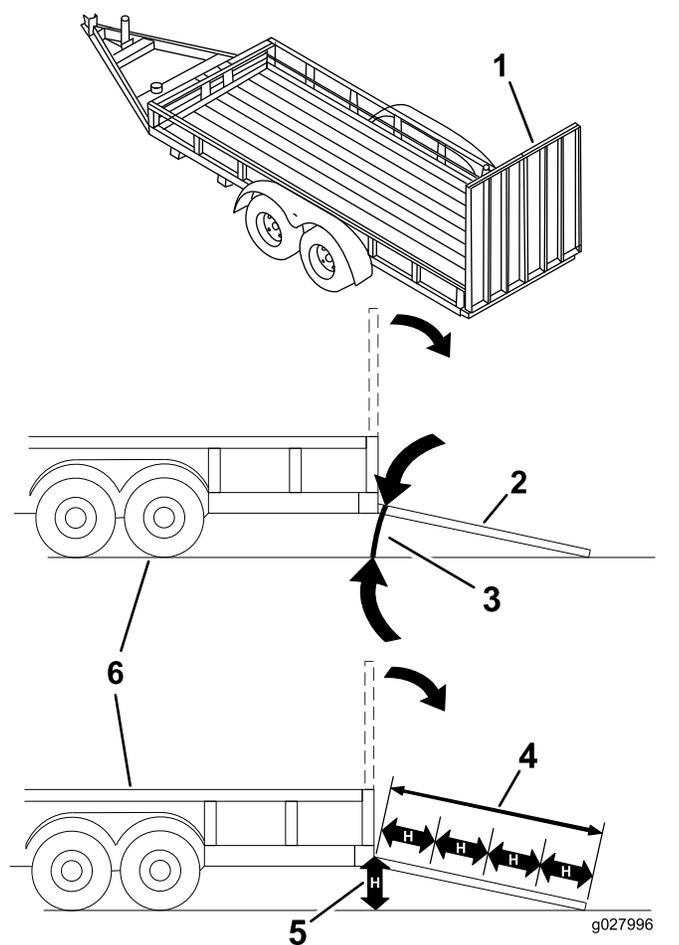

Рисунок 44
При погрузке машины на прицеп или грузовик повышается вероятность опрокидывания, что может привести к получению тяжелой травмы или гибели (Рисунок 44).
3. Опустите наклонный въезд, убедившись, что угол между наклонным въездом и поверхностью земли не превышает 15 градусов (Рисунок 44).
1. Опустите наклонный въезд, убедившись, что угол между наклонным въездом и поверхностью земли не превышает 15 градусов (Рисунок 44).